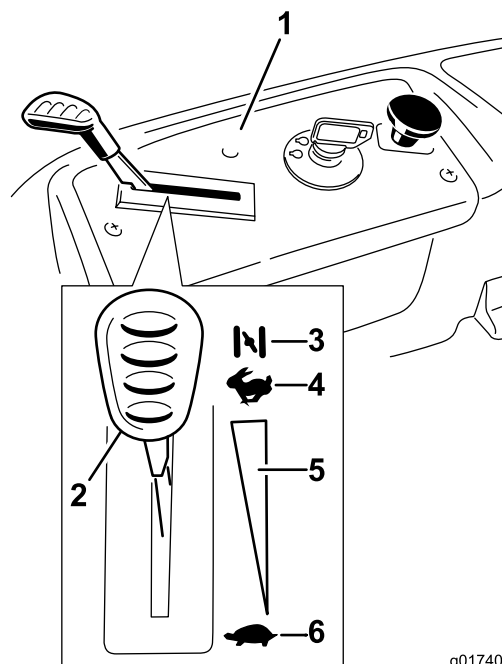

Figure 12
- Placez la commande d'accélérateur en position Starter pour démarrer à froid (Figure 12).
5. Lorsque le moteur a démarré, amenez progressivement la commande d'accélérateur en position de Haut régime (Figure 12). Si le moteur cale ou hésite, ramenez la commande d'accélérateur en position Starter pendant quelques secondes. Répétez l'opération si nécessaire.
2. Placez la manette d'accélérateur à mi course (Figure 12).